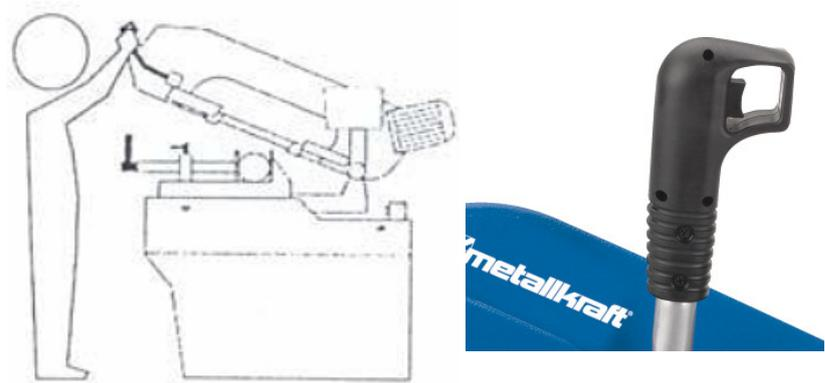

Abb. 15: Pos. 1
Schritt 3: Um das Sägeband zu starten muss der Schalter am Betätigungsarm (Abb.15) betätigt werden.